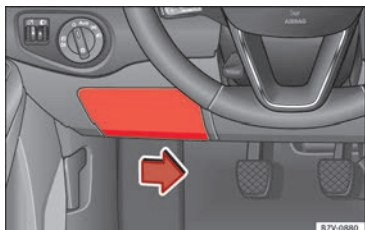

Abb. 59 Auf der Fahrerseite in der Instrumententafel: Abdeckung des Sicherungskastens.
- Zum Entriegeln des Deckels den Betätigungshebel an der Unterseite nach rechts drücken » Abb. 59.